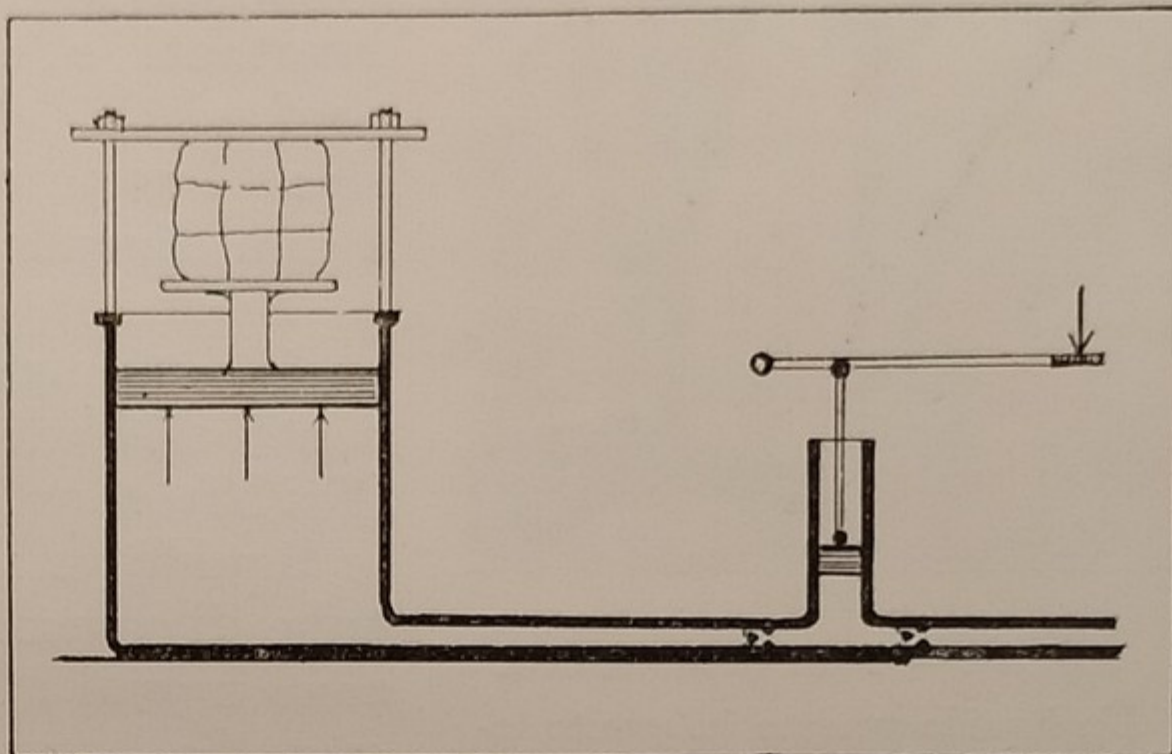

Fig. 48. — TORCHIO IDRAULICO.
45. — Nel *torchio idraulico* si trovano verificate tutte le suddette proprietà dei liquidi. Esso è formato di due cilindri di diametro molto diverso (fig. 48) in comunicazione tra loro e con un serbatoio d'acqua, e che possono resistere a fortissime pressioni; nei due cilindri scorrono, a chiusura ermetica, due stantuffi.